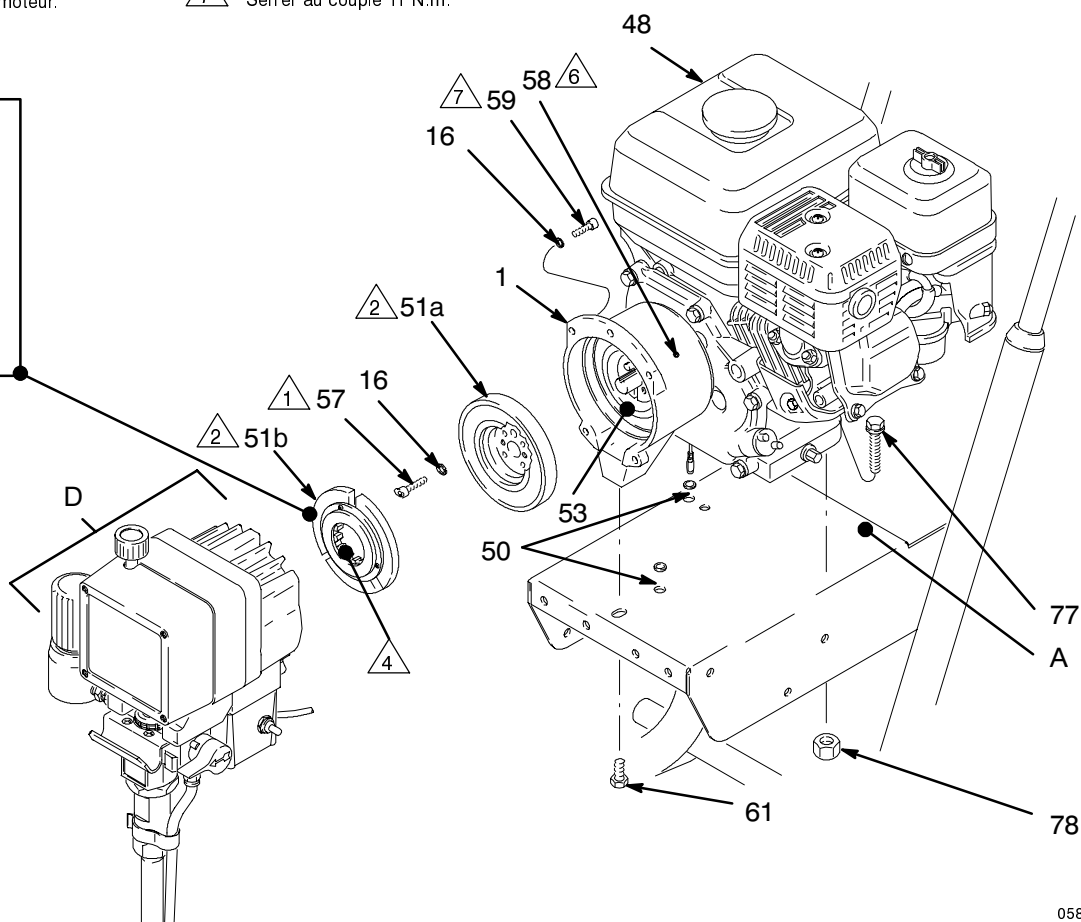

Fig. 23
6. S'assurer que la face du **rotor (51a)** et l'inducteur (55) soient bien exempts de bavures. Monter le rotor, les rondelles (16) et les vis à tête (57). Serrer les vis au couple de 9,5 N.m. Voir Fig. 23.
7. Après le montage du rotor (51a), il faut régler l'entrefer entre le rotor et l'inducteur (53). Se servir des cales fournies avec le kit de réparation de l'embrayage. Disposer ces cales entre le rotor et l'inducteur. Serrer les vis sans tête (58) en diagonale et uniformément. La force exercée sur les quatre cales doit être la même. Retirer les cales. Tirer sur le cordon du lanceur pour s'assurer que le moteur tourne librement et qu'il n'y a aucun frottement entre le rotor et l'inducteur. En cas de frottement, desserrer les vis sans tête et réajuster l'inducteur.
8. Nettoyer la face de l'**induit (51b)**. Après avoir orienté le côté plat de l'induit face au rotor (51a), faire glisser l'induit sur le moyeu (2h) de l'ensemble carter de transmission/carter de pignonnerie (D) jusqu'à ce que l'extrémité biseautée du moyeu (2h) dépasse de l'induit. Voir Détail B de la figure 23. Une résistance importante doit être rencontrée. Fixer l'entretoise en carton fournie avec le kit d'embrayage sur la face de l'induit. Engager les ergots de l'entretoise dans les fentes de l'induit ou les rabattre sur le pourtour de l'induit.
9. Caler le chariot contre un mur pour l'empêcher de rouler. Pousser l'ensemble de transmission sur le carter d'embrayage (1). Il y a une certaine résistance à surmonter. Quand les surfaces de l'ensemble de transmission et du carter d'embrayage (1) sont de niveau, enlever l'ensemble de transmission. **Retirer l'entretoise en carton.**
10. Monter l'ensemble **carter de transmission (D)** sur le carter d'embrayage (1) à l'aide des vis à tête (59) et des rondelles d'arrêt (16). Voir Fig. 23.